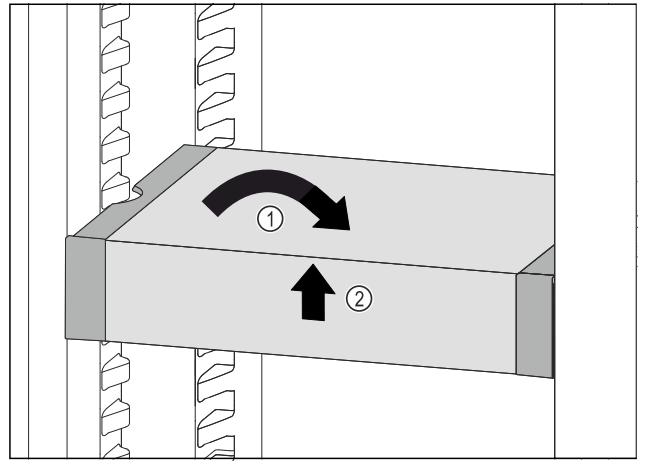

Fig. 116
- ▶ 将 VarioSafe 放平。 Fig. 116 (1)
- ▶ 抬起 VarioSafe 前部。 Fig. 116 (2)